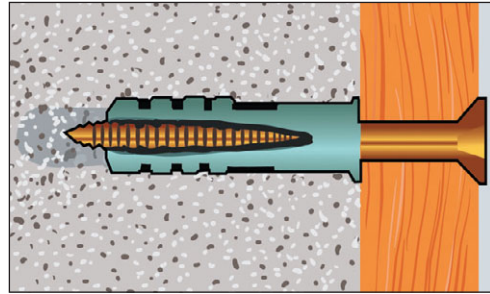

Рис. 1.51. Дюбель в стене
- **Дюбели** крупных размеров необходимы для крепления сантехнических приборов к стене (рис. 1.51). Для закрепления дюбеля в стене первое, что нужно сделать, — просверлить отверстие. Если отверстие в стене делается сверлом по камню, электродрель